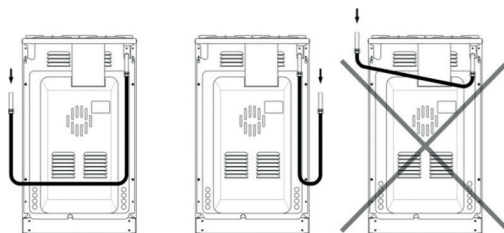

Рис. 2 Положение присоединительного шланга
- гибкий присоединительный шланг не должен проходить в зоне горячего воздуха дымохода и касаться задней стенки прибора (Рис.2);
**После установки прибора на место обязательно проверьте положение гибкого шланга подвода газа и шнура питания (Рис.2)**